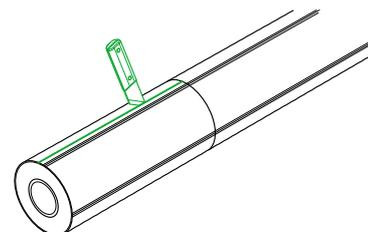

Рис. 4.4.3
3. Надрезать защитную оболочку от надреза до торца трубы (рис. 4.4.3). Глубина надреза — не более 10 мм.